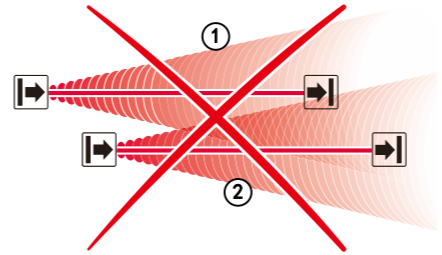
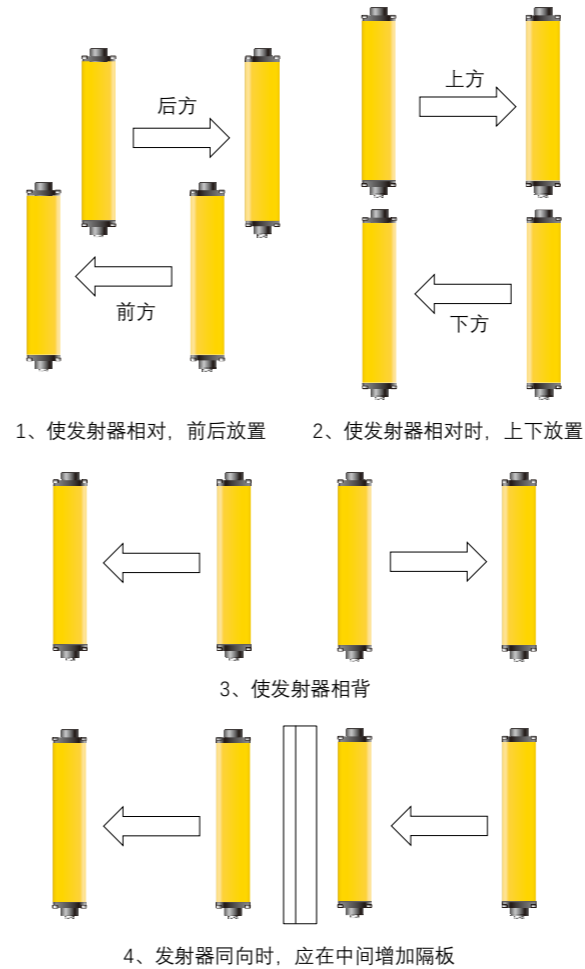

图 8-4 避免系统①和系统②之间相互干扰示意图
图 8-5 防止光栅与光栅之间相互干扰的安装位置示意图
当两套或多套光栅装置的安装位置相邻时，光栅装置之间容易产生相互干扰，如图 8-4 所示，系统①发射单元的红外线光可能影响到系统②的接收单元。这可能会干扰系统②的防护功能，这意味着操作人员处于危险之中，因此需参照图 8-5 安装。即在没有挡光隔板的情况下应避免相邻光栅安装于同一侧，否则发射器发出的光线容易照射到邻近的另一套接收器上。（▶为发射器，◀为接收器）